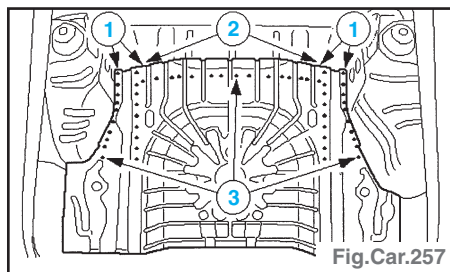

Fig.Car.257
- Souder en cordon continu sous gaz protecteur (1), en cordon interrompu sous gaz inerte dans la zone de recouvrement (2) et par bouchonnage (3) (Fig.Car.257).